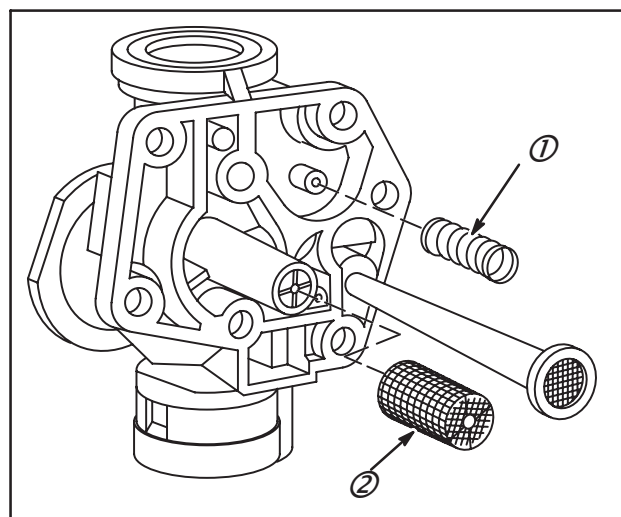

Fig. 8
Dépose du papillon et de l'axe (Fig. 8)
4. Glisser le tamis (2) sur le tube de gicleur principal et mettre en place le ressort de pompe à essence (1) sur son bossage, Fig. 8.